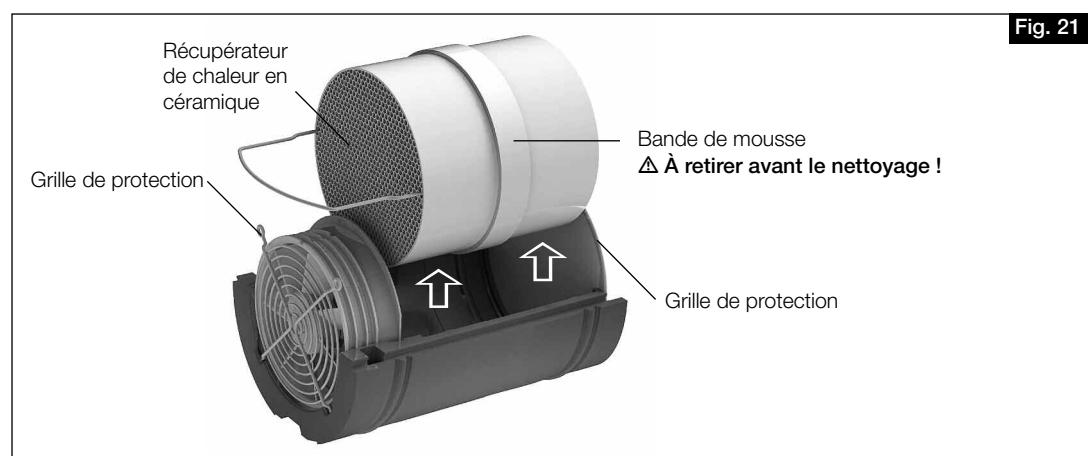

Fig. 21
6. Enlever l'accumulateur de chaleur en céramique de la demi-coque EPP (fig. 21) et le nettoyer.
Retirer délicatement la bande de mousse (fig. 21) avant le nettoyage !